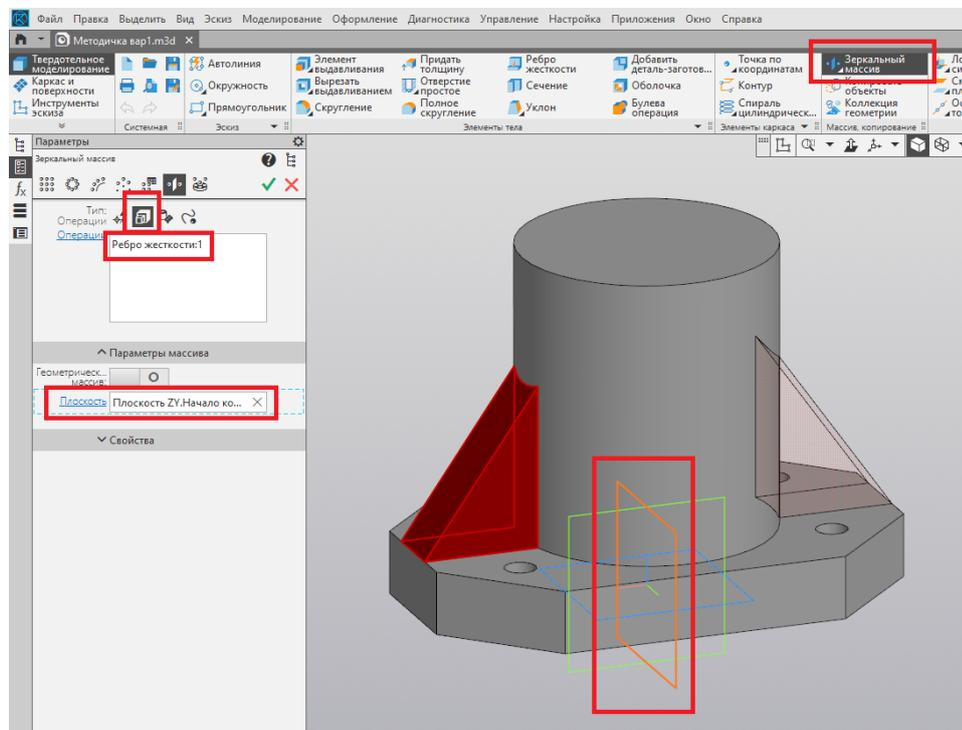

Рис. 22
19. При помощи команды «Зеркальный массив» отражаем ребро жёсткости относительно плоскости ZY. Завершаем выполнение команды нажатием на зелёную галочку (рис. 22).